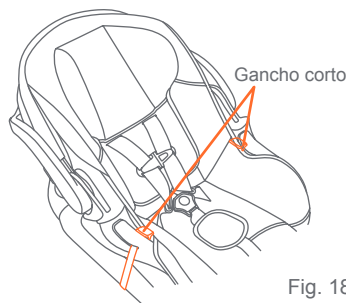

Fig. 18c
- Verifique que la sillita para el automóvil esté firmemente trabada en la bandeja para niños, luego fije la sillita infantil para el automóvil con el gancho corto metiéndolo en la ranura y guía ubicada en la sillita infantil para el automóvil (Fig. 18c).